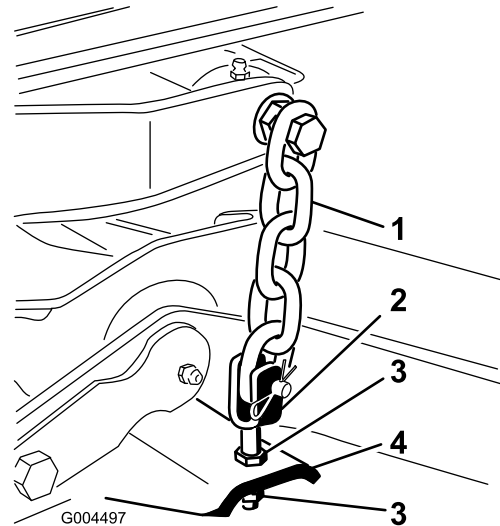

Figura 65
7. Ajuste as porcas de segurança que prendem as forquilha/correntes da plataforma traseira para elevar a traseira da plataforma de forma a que a inclinação da lâmina fique definida para 8 mm (Figura 65).